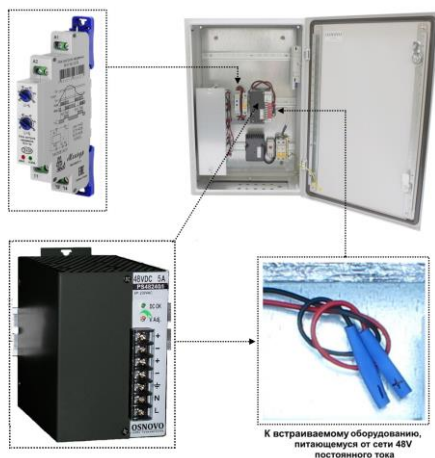

Рис.5 Точка подключения оборудования к 48V для моделей уличных станций с установленным БП и резервным питанием на примере модели OS-46TB1
Точкой подключения встраиваемого оборудования, питающегося от DC 48V (коммутатора и т.д.) является плюсовой выход (14) с реле контроля напряжения и минусовой выход (V-) с блока питания. Данная точка 48V постоянного тока уже выведена отдельными проводами с маркировкой «+» и «-» и готова к подключению (Рис.5).